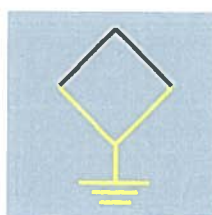

Fig. 7.83
- conturul simbolului este compus din două părți ce reprezintă cei doi poli ai CLP-ului. Polul legat la pământ va avea culoarea galben iar colorarea dinamică a celui alt pol se va face în funcție de prezența / absența tensiunii, starea „necunoscută”, respectiv de starea „legat la pământ” a CLP-ului pe polul respectiv. Fig.7.83.